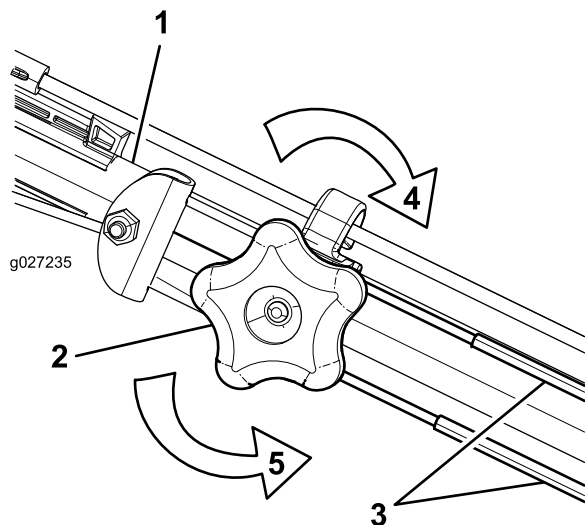

Figura 36
1. Ruotate la manopola di regolazione in senso antiorario per allentare la regolazione del cavo (Figura 36).
2. Regolate la tensione dei cavi (Figura 36) tirandoli indietro o spingendoli in avanti e poi mantenendoli in quella posizione.